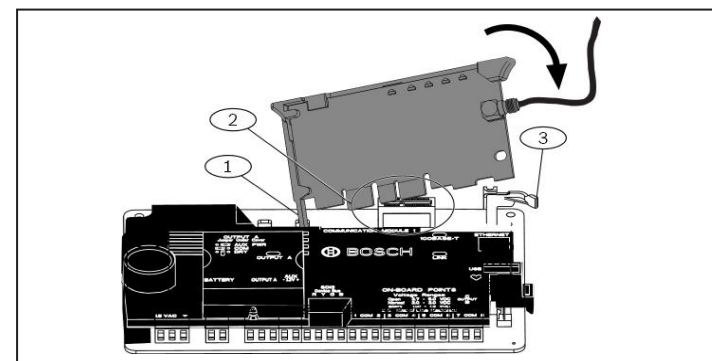

Abbildung 2.3: Installation des Moduls
1. Führen Sie das Stützbein in die mit X gekennzeichnete Montagebohrung ein, sodass das Modul zur Zentrale zeigt, wie in *Abbildung 2.3* gezeigt.